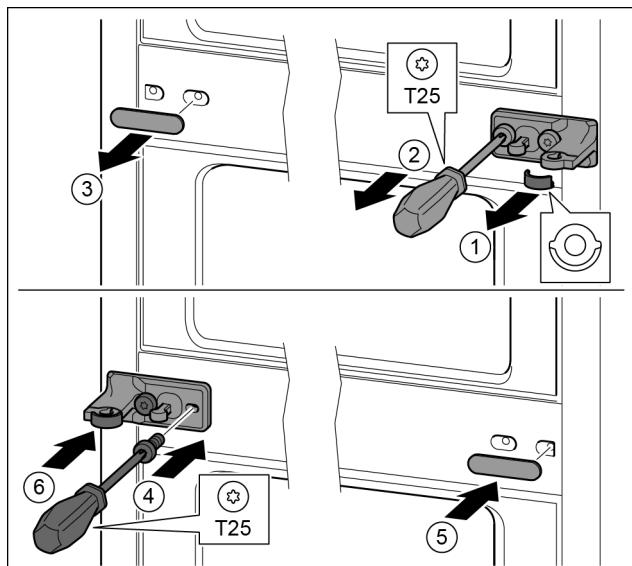

Fig. 29
- Retire la arandela. Fig. 29 (1)
- Desenrosque los tornillos con el destornillador T25. Fig. 29 (2)
- Retire la cubierta con cuidado. Fig. 29 (3)
- Atornille el soporte de cojinete con la lámina girado 180° en el otro lado para fijarlo. Fig. 29 (4)
- Coloque la cubierta girada 180° en el otro lado. Fig. 29 (5)
- Coloque la arandela desde la parte delantera. Fig. 29 (6)